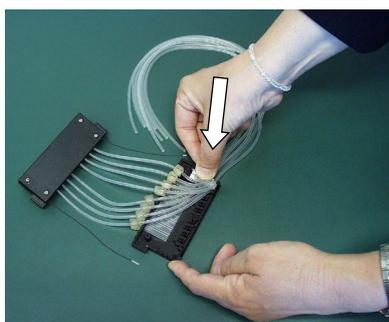

Figura 5-43. Pressione della targhetta di identificazione dei tubi in posizione
8. Premendo posizionare la targhetta di identificazione dei tubi sul lato destro del coperchio inferiore della parte superiore della cassetta di dispensazione (Figura 5-43).